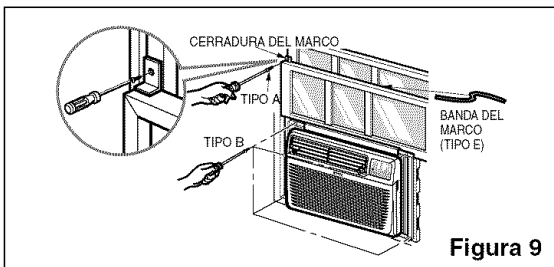

Figura 9
Extienda los paneles corredizos para llenar la abertura de la ventana, usando los 4 tornillos (TIPO B) para fijarlos, como se muestra en la Figura 9.
- Corte la junta de espuma (TIPO E) a la anchura de la ventana. Meta la junta de espuma entre el marco inferior y superior de la ventana para evitar que entre aire e insectos en la sala, como se muestra en la Figura 9.
- Coloque el soporte en L restante en uno de los dos lados de la ventana utilizando un tornillo (TIPO A). Consulte el detalle de Figura 9. La instalación de este soporte evita que la unidad caiga cuando se levante la ventana.